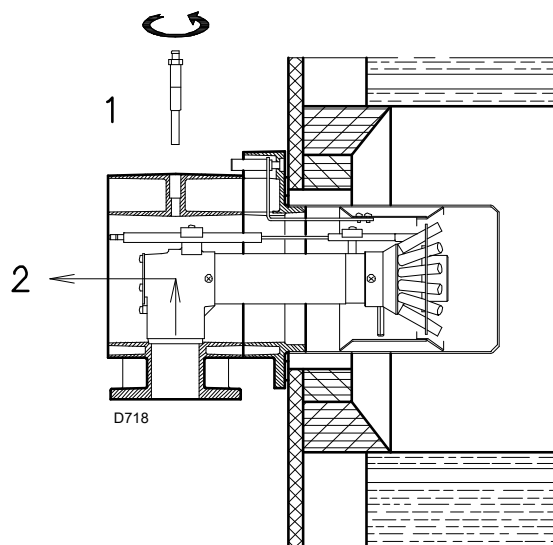

Fig. 12
Para aceder à parte interna do cabeçal de combustão (Fig. 12) proceder da seguinte forma:
- retirar o parafuso 1)(Fig. 12);
- extrair a parte interna 2)(Fig. 12) do cabeçal e realizar a sua calibragem.
Neste ponto, na instalação, o cabeçal de combustão é fixado na caldeira como na Fig. 12.